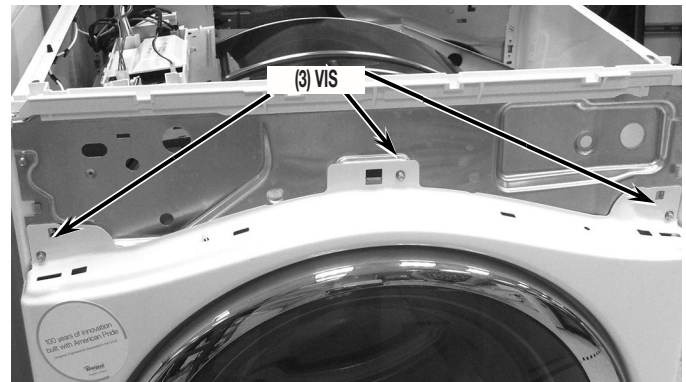

FIGURE 8
8. Ôter ensuite les trois (3) vis de fixation au sommet du panneau de façade – voir la *Figure 8*.